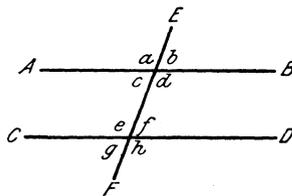

Fig.16.
6. Werden zwei Parallele von einer Geraden geschnitten, so entstehen acht Winkel. (In Fig. 16 mit a, b, c, d, e, f, g, h bezeichnet.)
4. Aufgabe: Suche sämtliche Nebenwinkel auf! (Fig. 16, 8 Paare!)
5. Aufgabe: Suche sämtliche Scheitelwinkel auf! (Fig. 16 4 Paare!)
Beweis: Schiebe ich die Parallele CD (Fig. 16) nach oben, und zwar in der Richtung von FE , so deckt sie die andere Parallele. $\angle f$ kommt also vollständig auf $\angle b$ zu liegen. $\angle f$ ist also $= \angle b$. $\angle b$ ist aber gleich $\angle c$ als Scheitelwinkel; folglich ist $\angle f$ auch $= \angle c$.